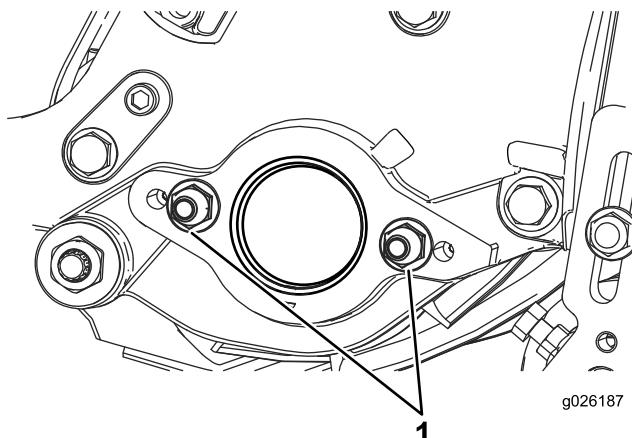

図 7
2. 右側サイドプレートから、ロックナット2個を外す図7。
4. カッティングユニットの左サイドプレートにリールモータのロックナット2個を取り付ける図7。